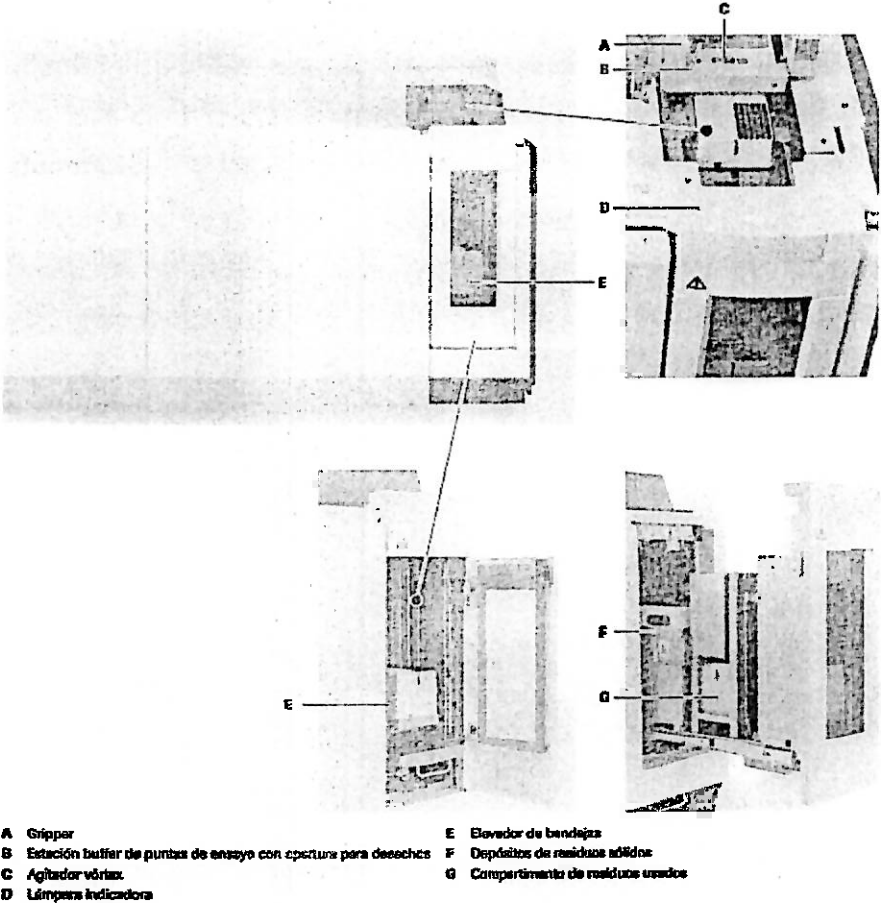

Imagen 10: Componentes del área de fungibles.
- El elevador de bandejas situado detrás de la puerta delantera derecha del módulo e601 alberga 12 bandejas de AssayTips/assayCup, los cuales se suministran al módulo durante el procesamiento de muestras (ver Imagen 10).
- Se pueden depositar las bandejas AssayTips/assaycup en el elevador, abriendo la puerta transparente del cajón de bandejas, pero solo cuando la luz indicadora de la parte superior del cajón de bandejas **NO** este parpadeando (ver Imagen 10).